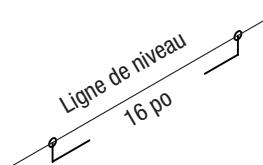

Figure 2
ÉTAPE 2: Tracez une ligne sur le mur à l'aide du niveau afin de déterminer l'emplacement des trous de vis. Les vis devraient être placées à une distance d'environ 16 pouces l'une de l'autre, tel qu'ilustré à la **Figure 2**.